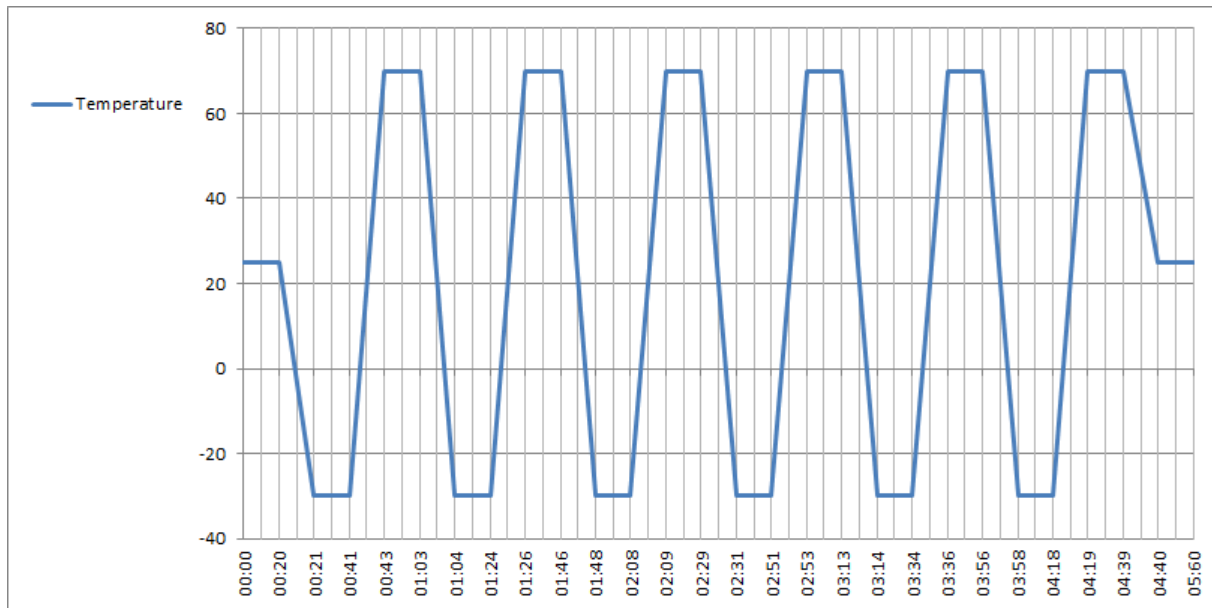

Figure 1.03.1.01 Thermal shock test curve
8. Test curve: Figure 1.03.1.01